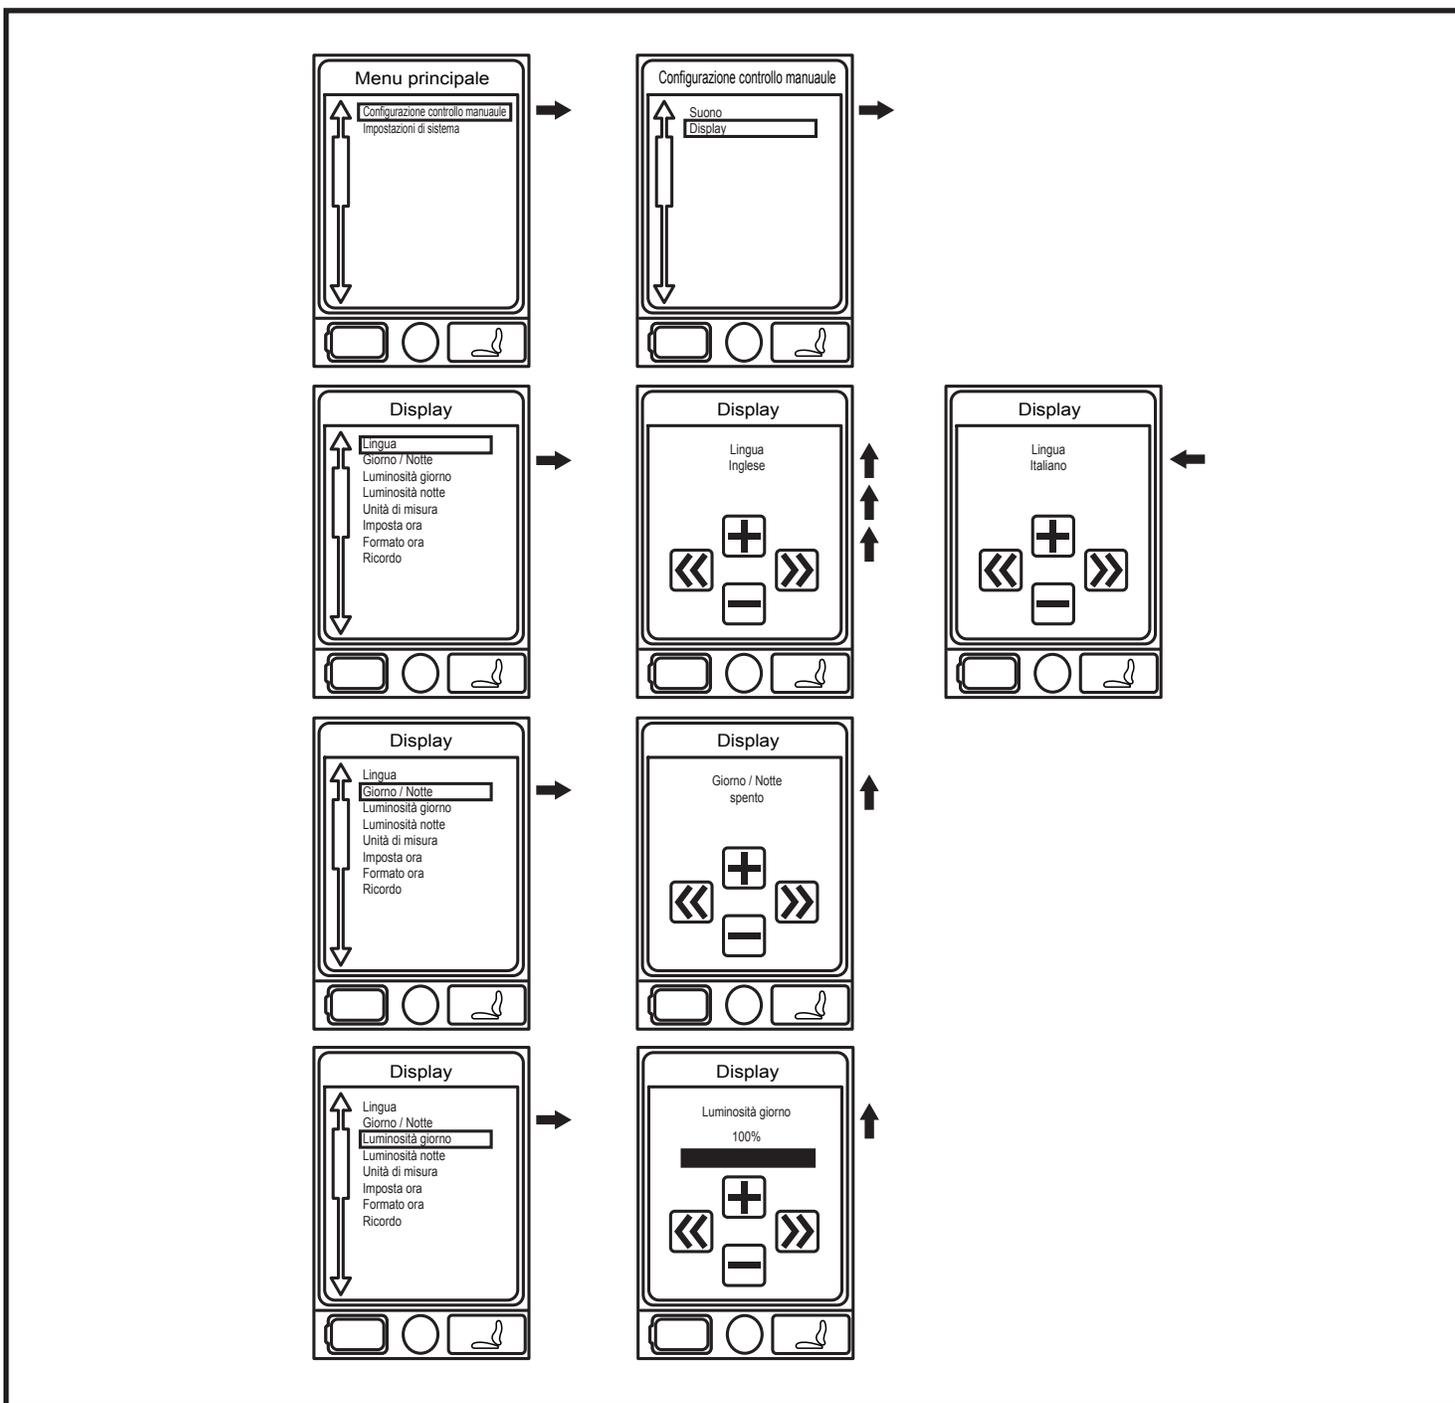

Figura 5A. Selezione attuatore
2. Premere il pulsante Menu per accedere alla schermata del menu principale. **Vedere figura 5A.**
3. Usare il joystick per evidenziare l'opzione di impostazione del telecomando, quindi spingere il joystick verso destra per selezionare quella funzione. **Vedere figura 5A.**
6. Spingere il joystick verso l'alto fino alla visualizzazione della lingua desiderata. **Vedere figura 5A.**